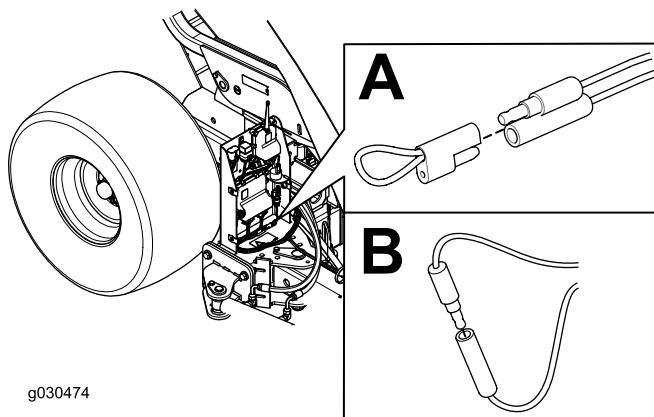

図 33
4. 故障診断コネクタ2個についているひも付きキャップを外す 図 33 A。
5. 故障診断コネクタ同士を接続する (図 33 B)。